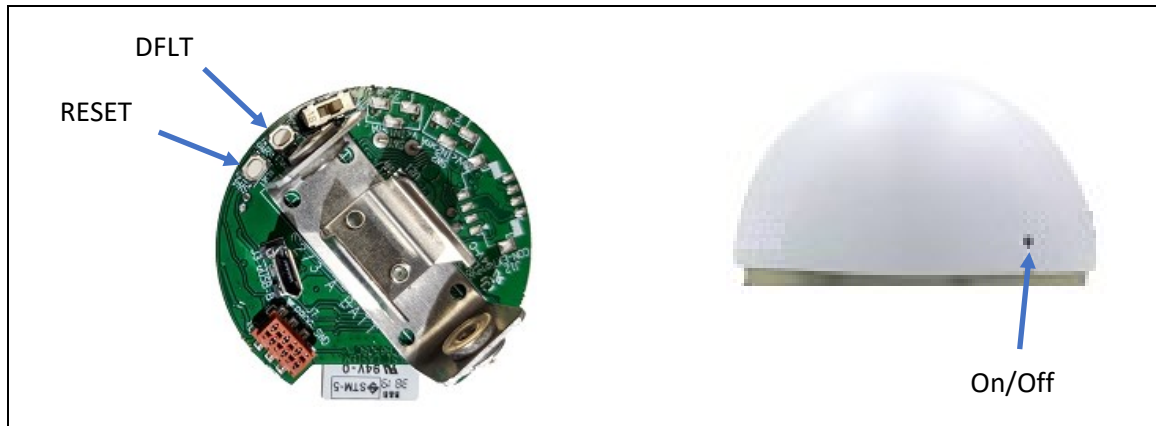

Fig. 2 – Posizionamento tasti su scheda tipo sensori PRMPv040x.
5. Tenendo premuto il tasto DFLT (§Fig. 2), premere il tasto RESET; quindi rilasciare il tasto RESET e successivamente il tasto DFLT.